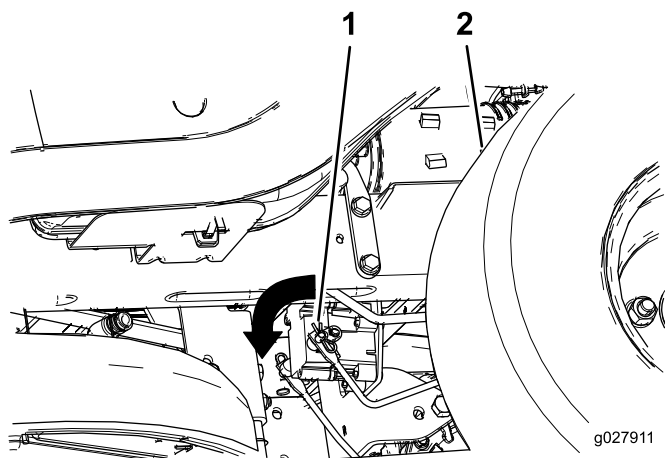

Figura 39
2. Localice el eje del freno eléctrico al que están conectados los brazos de enganche de los frenos (Figura 39).
3. Gire el eje hacia adelante para quitar el freno (Figura 39).